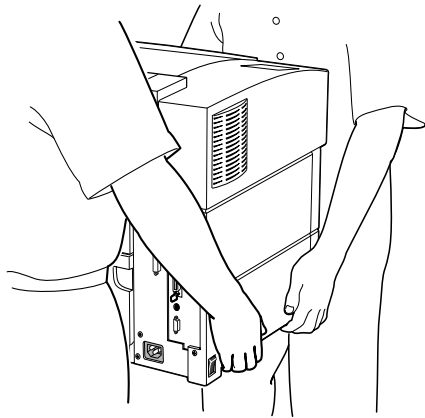

Fig. 2.2 Come sollevare la stampante
2. Rimuovere lo stabilizzatore per la spedizione sulla parte superiore della stampante e poi togliere la stampante (sollevandola) dalla scatola (fig. 2.2).